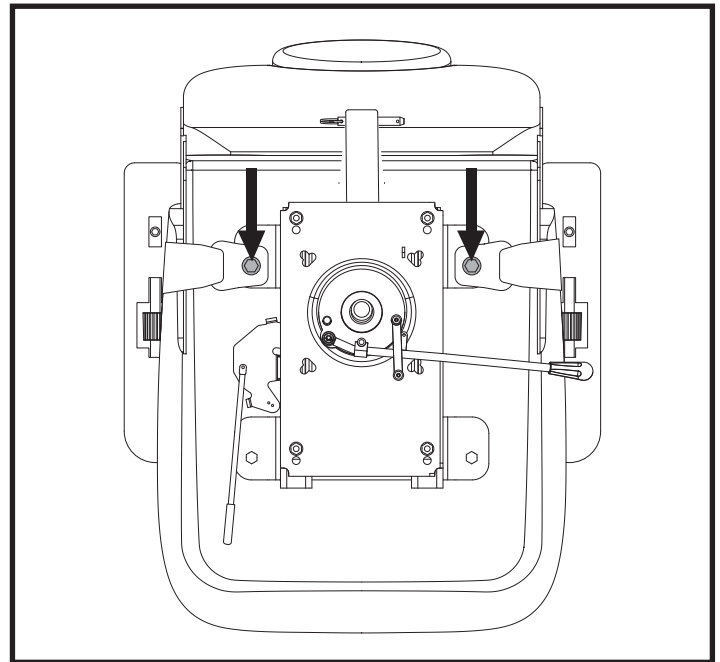

Abb. 21 Befestigungsschrauben des Rückhaltegurts
2. Sitz umdrehen, um die Unterseite einzusehen. **Siehe Abb. 21.**